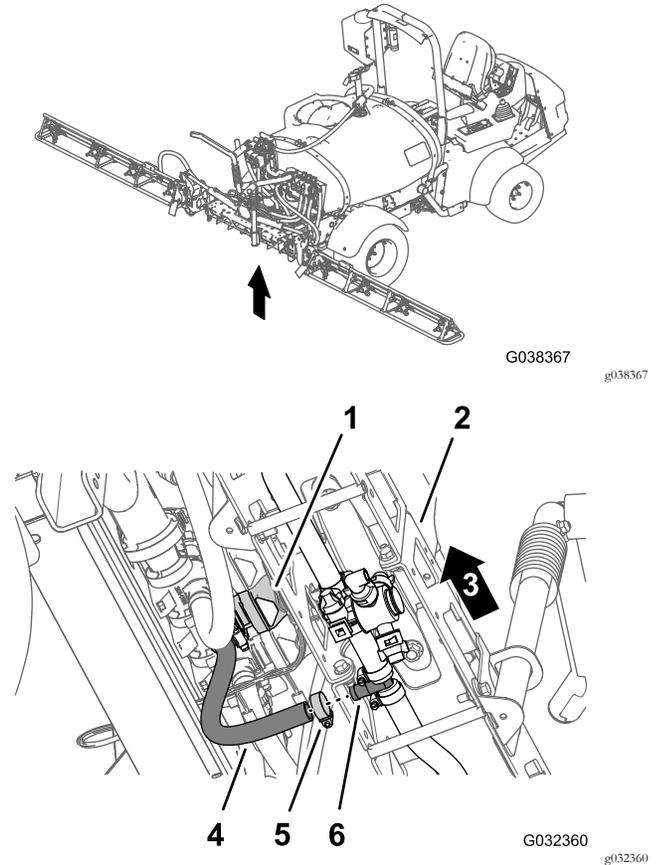

Figure 15
5. Sous la section de rampe centrale, retirez le collier qui fixe le flexible d'alimentation de la section de rampe au raccord en T cannelé (Figure 15).